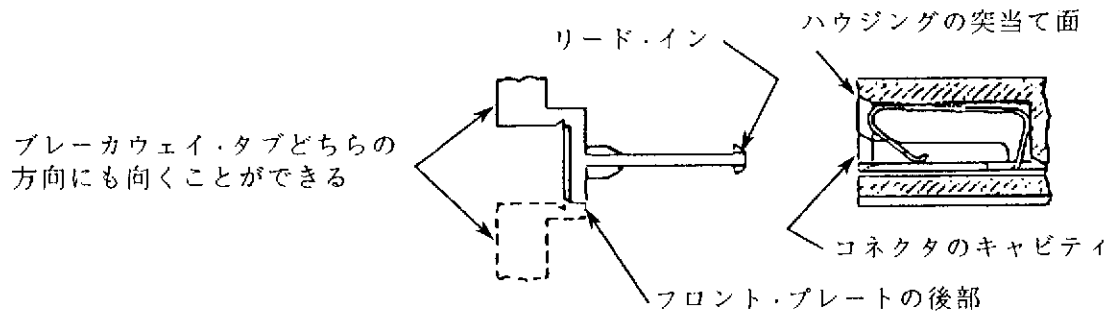

Fig. 9
- A. 極性用プラグのリード・インを極性を持たせようとするキャビティに Fig. 9 に示すように合わせる。